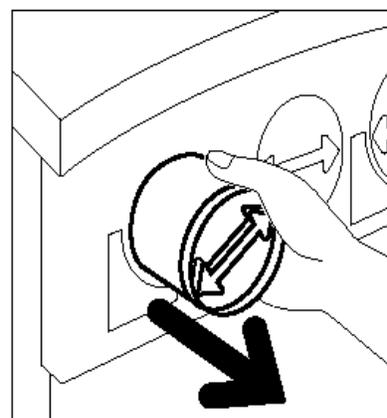

Figura 10: Extracción del cartucho de la copiadora/impresora
- 4** Extraiga el cartucho de la copiadora/impresora, tal y como ilustra la Figura 10. Deseche el cartucho de acuerdo a las normativas locales.